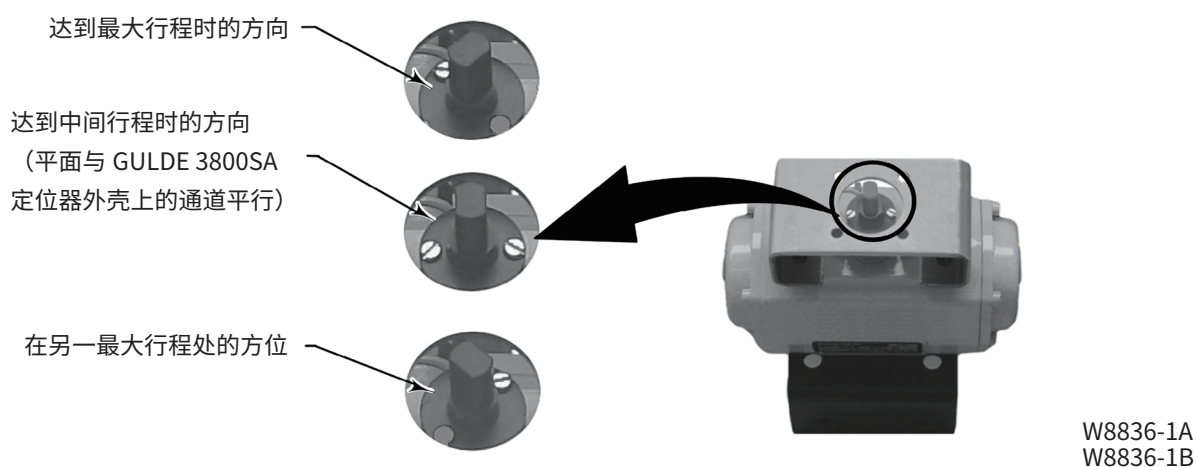

图 10. 角行程执行机构上的磁体组件方向
2. 将磁体组件连接至执行机构轴。在中间行程位置，磁体组件的平面必须与 GULDE 3800SA 定位器外壳背面上的通道平行，如图 10 所示。